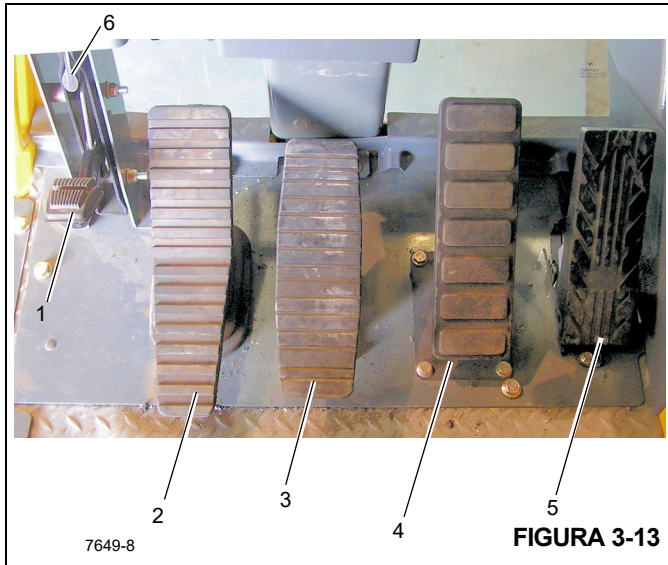

Figura 3-13 - Números de artículos
El pedal del bloqueo de giro (1, Figura 3-13) se encuentra en el lado izquierdo del piso de la cabina de la grúa. El pedal de freno se usa para activar el bloqueo de giro y mantener la torreta en posición. Para soltar el bloqueo de giro, tire de la palanca de soltado del bloqueo de giro (6) hacia arriba.
El pedal del freno de giro (2, Figura 3-13) se encuentra en el lado izquierdo del piso de la cabina. El pedal del freno de giro se usa para reducir la velocidad del movimiento de giro o detenerlo. La fuerza de frenado es proporcional a la distancia que se pise el pedal. Si no se pisa el pedal y se desengrana la válvula de control del freno de giro, se aplica presión hidráulica al freno, lo cual vence la tensión de su resorte para soltarlo. Cuando se pisa el pedal, se acciona la válvula del servofreno de giro que aplica presión al conjunto del freno. Esta presión auxilia a la tensión del resorte para vencer la presión hidráulica aplicada al circuito de liberación del freno, lo cual aplica el freno según la presión recibida de la válvula del servofreno de giro.
El pedal de control de telescopización (3, Figura 3-13) se encuentra en el lado izquierdo del piso de la cabina. Pise la parte superior del pedal para extender la pluma y la parte inferior del pedal para retraerla.
El pedal de los frenos de servicio (4, Figura 3-13) es el segundo pedal desde la derecha, en el piso de la cabina. El pedal se pisa para regular la aplicación de los frenos de servicio.
El pedal del acelerador (5, Figura 3-13) se encuentra directamente debajo del módulo de la pantalla del limitador de capacidad nominal (RCL), en el piso. Se usa para controlar la aceleración del motor, la cual aumenta o disminuye proporcionalmente según la presión aplicada al pedal. El pedal está conectado por medios eléctricos al módulo de control de la superestructura, el cual envía una señal a la unidad de control del motor por vía del enlace de datos J1939.